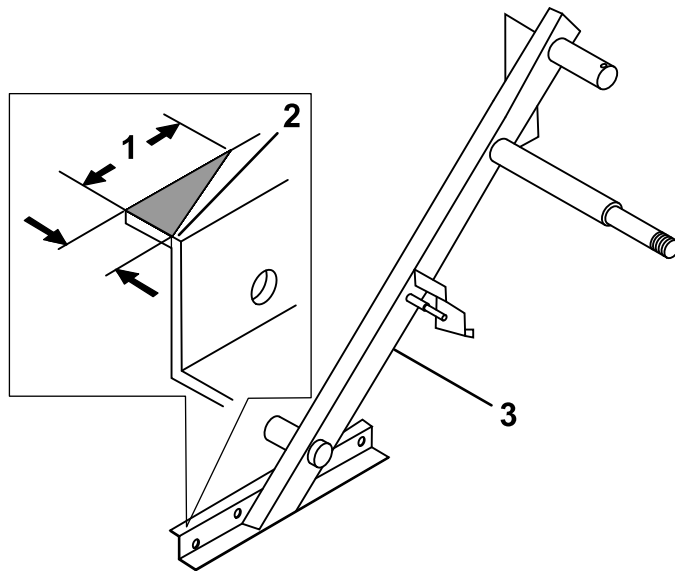

Рисунок 8
- При необходимости срежьте угол рамы сборщика кернов с помощью режущего инструмента, чтобы рама не касалась переднего колеса (Рисунок 8).